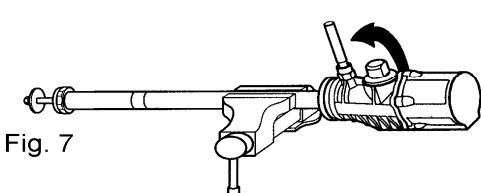

Fig. 7
4. Introduce an open end wrench in the milling of the lower part of the air piston rod (36), unscrew the nut (59) and remove the washer (58) (fig. 7).
4. Håll, med en öppen fast nyckel i de frästa spåren, i nedre delen av centralstången (36) medan muttern (59) skruvas loss och brickan (58) borttagas (Fig. 7).
5. Slå försiktigt ut rörpinnen (38) som sitter i den övre delen av kopplingsmuttern (37) och skruva loss luftmotorn från pumpröret.